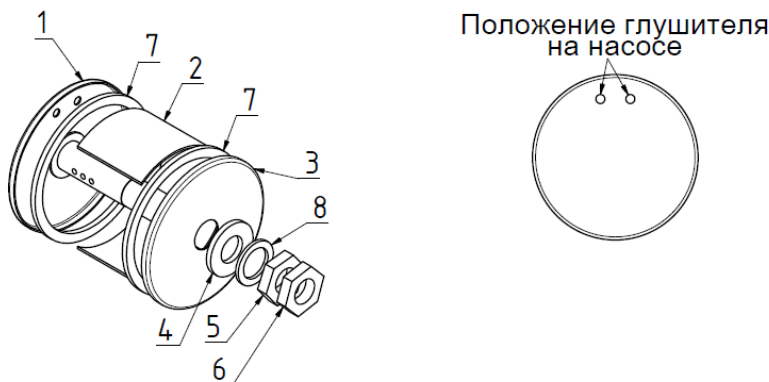

Рис. 15 Устройство глушителя
- открутите гайку глушителя поз. 5 (рис. 15)
- высушите и произведите сборку в обратной последовательности в соответствии с рис. 15 (два отверстия выпускных вверх), гайку глушителя 5 затянуть до срабатывания уплотнителя поз.7.